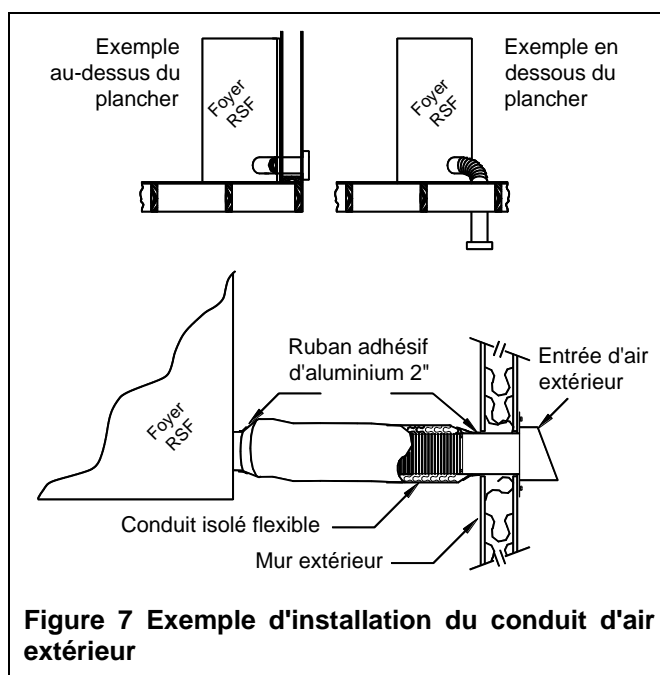

Figure 7 Exemple d'installation du conduit d'air extérieur
1. Trouvez un endroit pratique pour le conduit d'air extérieur et l'entrée d'air extérieur. L'entrée d'air extérieur peut être localisée en dessous ou au-dessus du niveau du plancher (voir Figure 7).